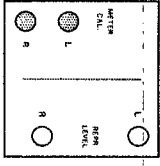

Fig. 6.4-4
- Mit Reglern **METER CAL. L + R** (Fig. 6.4-4) linkes und rechtes VU-Meter auf 0 VU eichen.
- Adjust potentiometers **METER CAL. L + R** (fig. 6.4-4) to obtain a 0 VU deflection on the respective VU-meter.